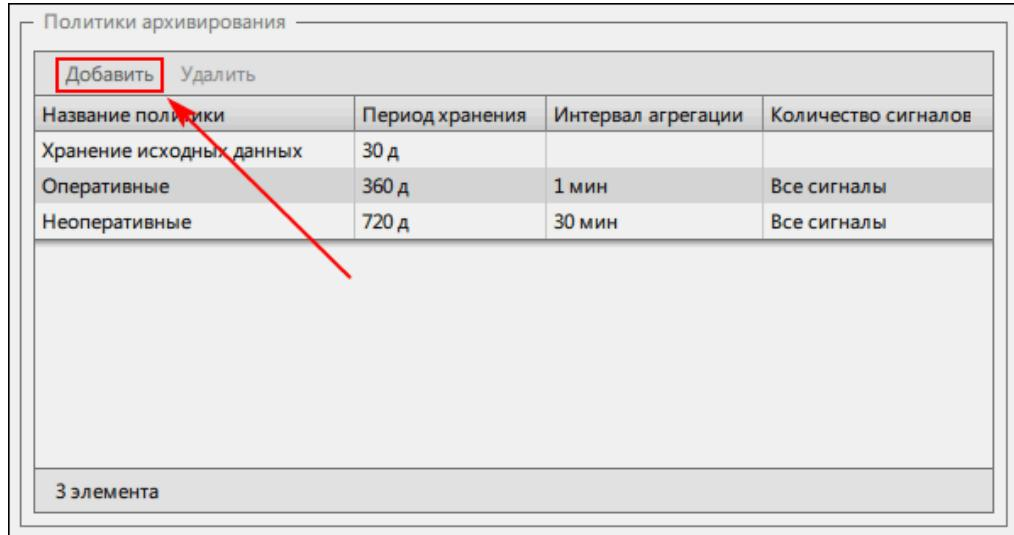

Рисунок 275 - Политики архивирования
- В разделе **Политики архивирования** нажмите **Добавить** (Рисунок 275).